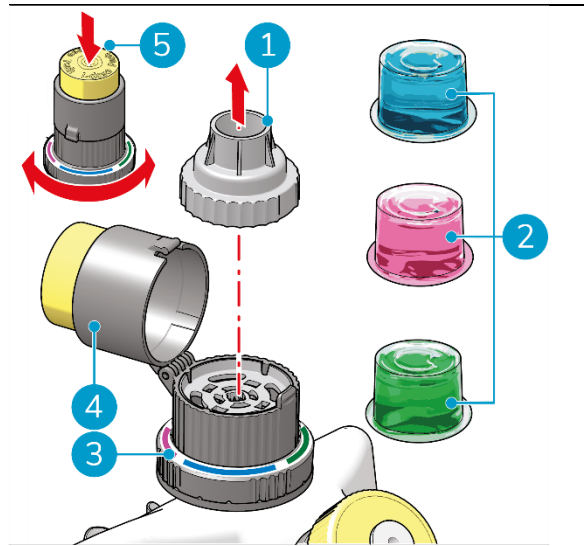

Figura 19
4. Si procede, extraiga la vaina i-dose antigua y retire el tapón (Figura 19, pos. 1).
5. Coloque la vaina i-dose deseada (Figura 19 pos. 2) en el inyector i-dose.
6. Vuelva a colocar la tapa (Figura 19, pos. 1).
7. Cierre la parte superior del i-dose (Figura 19, pos. 4).